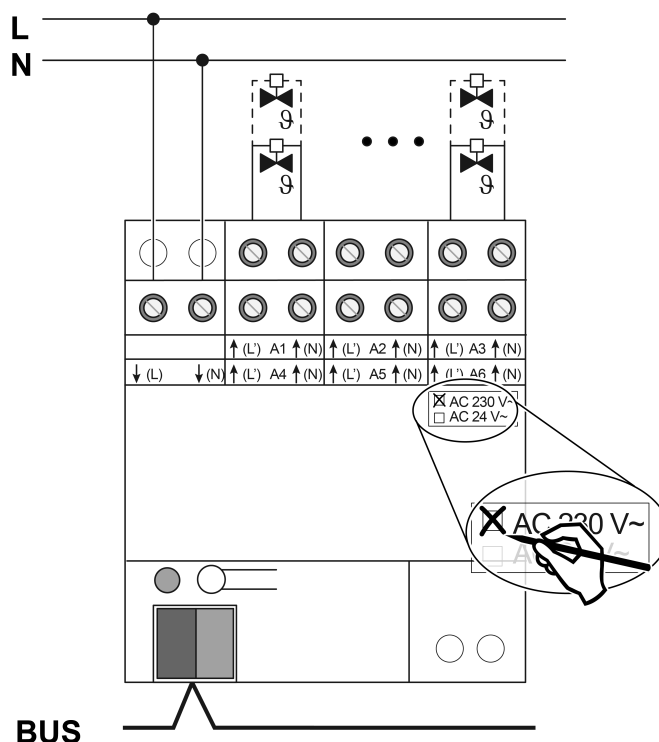

рисунок 2: Подключение сервоприводов 230 В
- Сервоприводы 230 В пер. тока подключать согласно схеме подключений (см. рисунок 2).